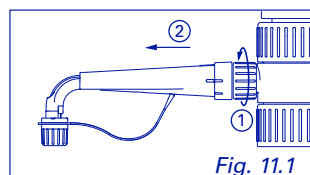

Fig. 11.1
- ① Ausstossskanüle entfernen (Abb. 11.1 und 12.1)
- ① Retirer le bec verseur (Fig. 11.1 et 12.1)